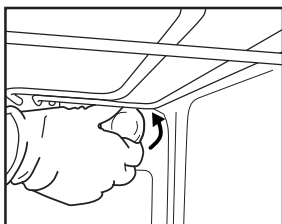

Рис. 6
2. Выкрутите плафон (Рис. 6), замените лампочку (тип лампочки указан в примечании ниже) и вкрутите плафон на место.